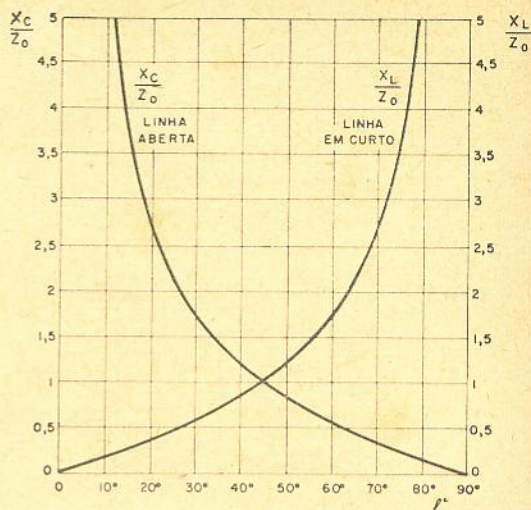

Figura 6
Na figura 6 temos um gráfico que nos permite calcular diretamente o valor de  $X_L$ ,  $X_c$ , e que nada mais é que a solução gráfica das equações (1) e (2) acima.
Entrando no gráfico da figura 6 com o valor  $l^\circ = 36^\circ$ , encontramos  $\frac{X_c}{Z_0} = 1,5$ , logo  $X_c = 1,5 Z_0 = 1,5 \times 75 \approx 112,5 \Omega$ .